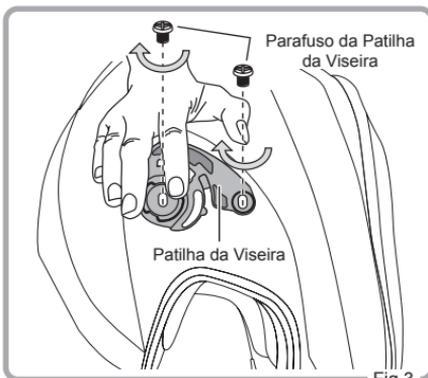

Fig.3
3. Aperte bem ambos os parafusos da Patilha da Viseira. Repita o mesmo procedimento na outra Patilha da Viseira. As Patilhas da Viseira estão instaladas (Fig. 3).
2. Dobre cuidadosamente a viseira até a mesma ficar plana. Em seguida, introduza o outro lado da Lente Original Pinlock® nos parafusos excêntricos até ouvir um estalido e deixe a viseira recuperar a sua forma curvada original. (Fig. 3 e 4) (Siga o passo 3 na página seguinte)